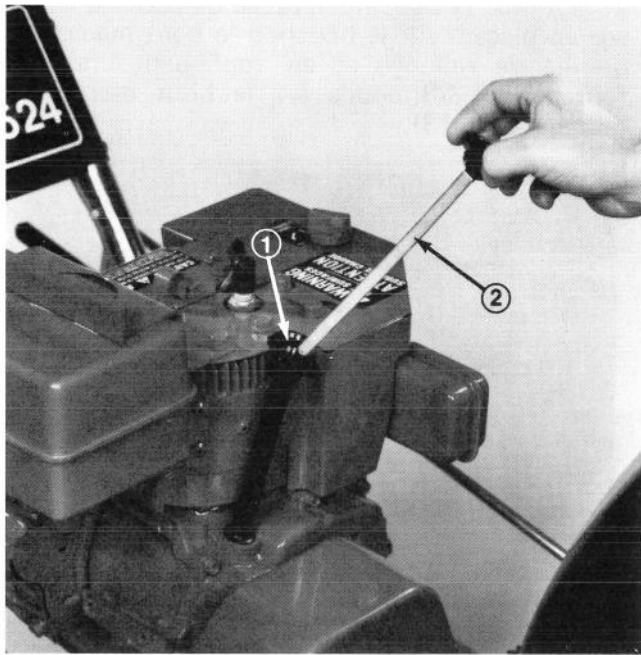

Figure 14
3. Sortez la jauge à huile du carter-moteur (Fig. 14).
4. Versez lentement 21 onces (0.621 l) de l'huile à moteur SAE 5W-30 ou SAE 10 dans le trou de remplissage (Fig. 14). Le moteur peut utiliser toute huile à moteur détergente de haute qualité portant la mention de l'American Petroleum Institute (API) Service SC, SD ou SE.